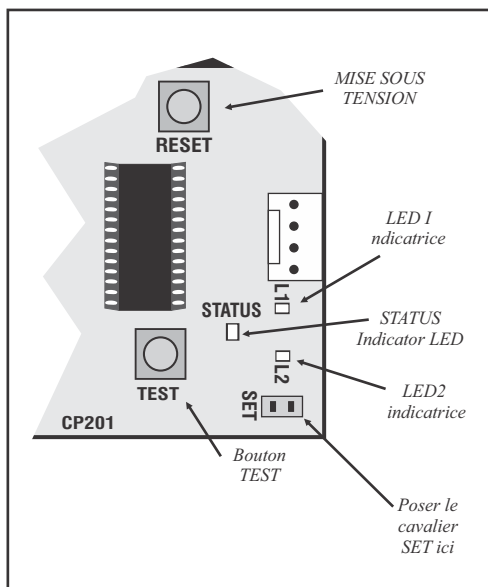

Figure 23 Contrôleur, cavalier SET et LED de programmation
5. Installez le cavalier SET sur la broche SET comme sur la figure 23.
7. Appuyez sur le bouton TEST (figure 23) jusqu'à ce que L1 clignote une fois et relâchez. L2 s'éteindra et L1 clignotera alors une fois par seconde.
18. **Installez le cavalier SET** sur les broches SET comme dans la figure 23